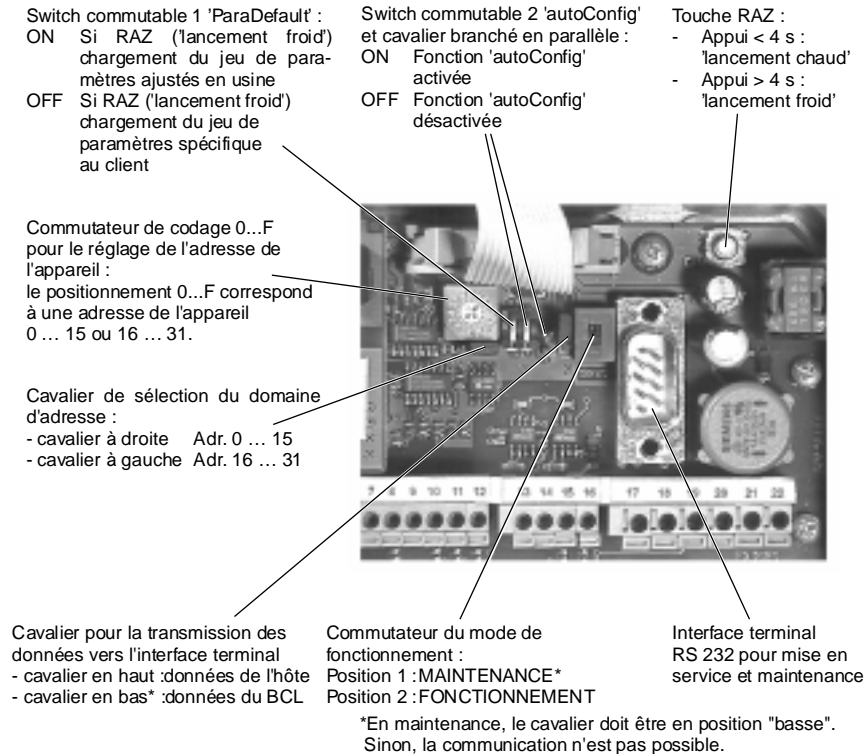

Figure 7.1 : Éléments de réglage dans le MA 10
Voir Figure 7.1 "Éléments de réglage dans le MA 10".
*En position 2 'Fonctionnement' du commutateur de mode opératoire, le branchement au terminal peut être utilisé comme un moniteur pour les données. Dans ce cas, les données soit émises par le BCL 80 (cavalier vers le bas sur la Figure 7.1) soit reçues par l'hôte (cavalier vers le haut sur la Figure 7.1) peuvent y être listées aussi. Le protocole de transmission des données est défini dans ce cas par l'interface hôte.*